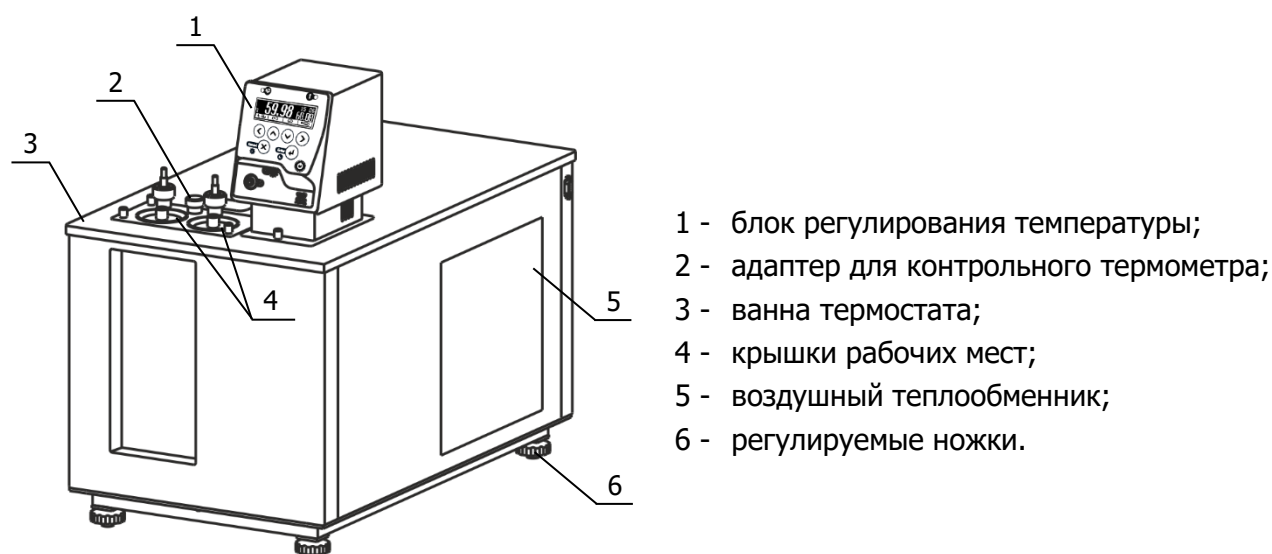

Рисунок 1 — Внешний вид термостатов
2.2.2 Установить ванну термостата на горизонтальную поверхность. Добиться горизонтального положения крышки ванны вращением ножек 6 (рисунок 1).
- при помощи пылесоса тщательно очистить от пыли черную оребренную поверхность теплообменника 5 (рисунок 1);